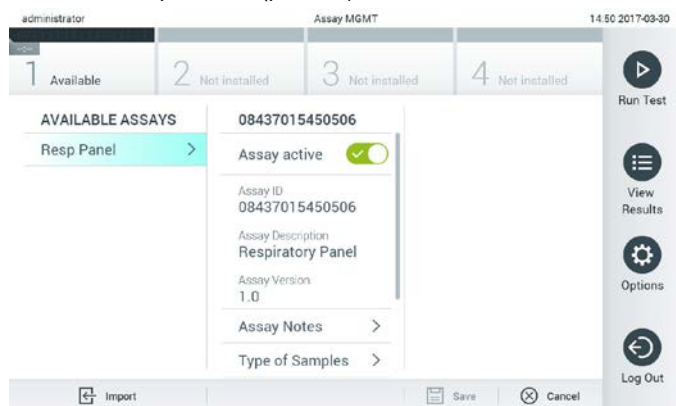

Рис. 58. Управление доступными тест-системами.
1. Нажмите кнопку **Options** (Опции), а затем кнопку **Assay Management** (Управление тест-системами), чтобы открыть экран **Assay Management** (Управление тест-системами). Перечень доступных тест-систем отображается в первом столбце области содержимого (рис. 58).